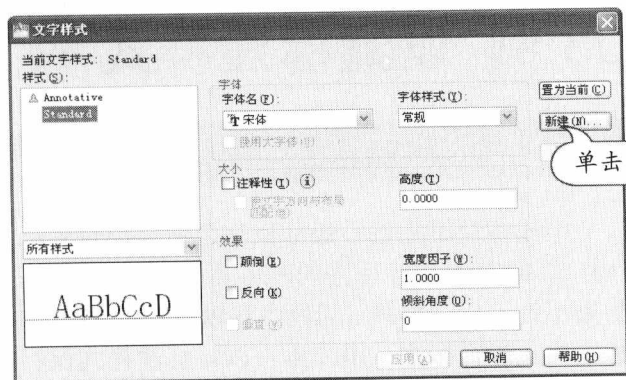

图 1-12 新建文字样式
STEP 01 新建文字样式。新建一个图形文件，在菜单栏中执行“格式>文字样式”菜单命令，在“文字样式”对话框中单击“新建”按钮，如图 1-12 所示。